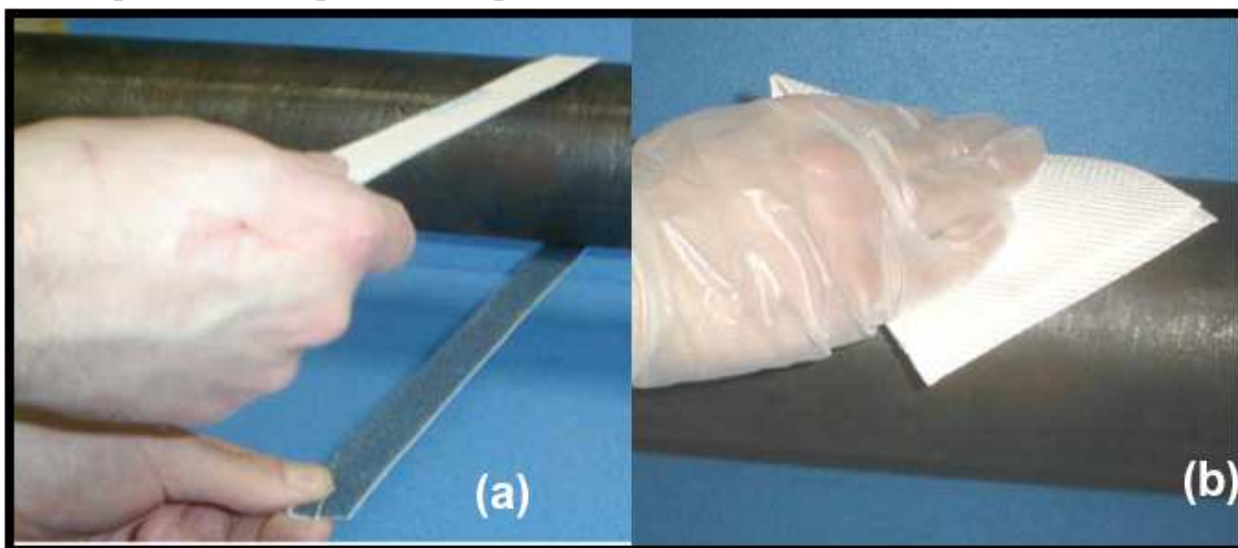

Рис. 3-29: Опиливание (а) и удаление грязи (б) с поверхности трубы
3. Удалите остатки рыхлой краски или ржавчины с помощью напильника или шкурки, как показано ниже на рис. 3-29а. Если полировка зеркально-гладкая, то придайте поверхности шероховатость.
4. Очистите поверхность трубы как показано выше на рис. 3-29б.